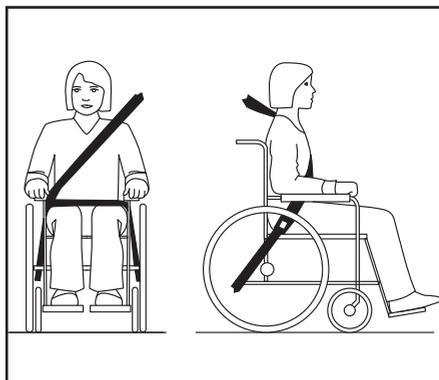

Figure 48
- Veillez à ce que la ceinture de sécurité ne soit pas éloignée du corps par des composants du fauteuil roulant, telles que les accoudoirs et les roues. Pour une fixation correcte, voir la figure 48.